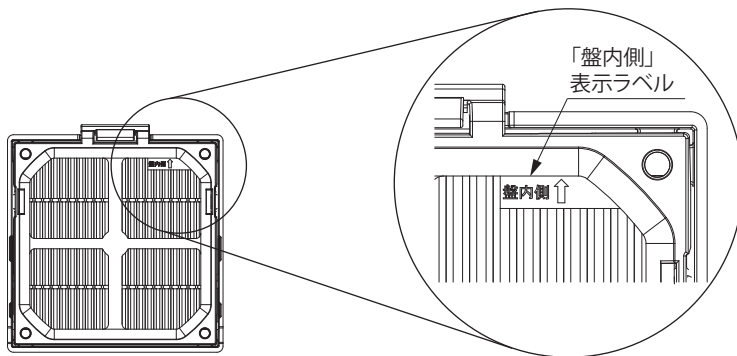

図1
- ・塩害用フィルタは、キャビネット内側から「盤内側」表示ラベルが右上部に見えるように取り付けてください。十分な塩分低減効果が得られません。(図1)